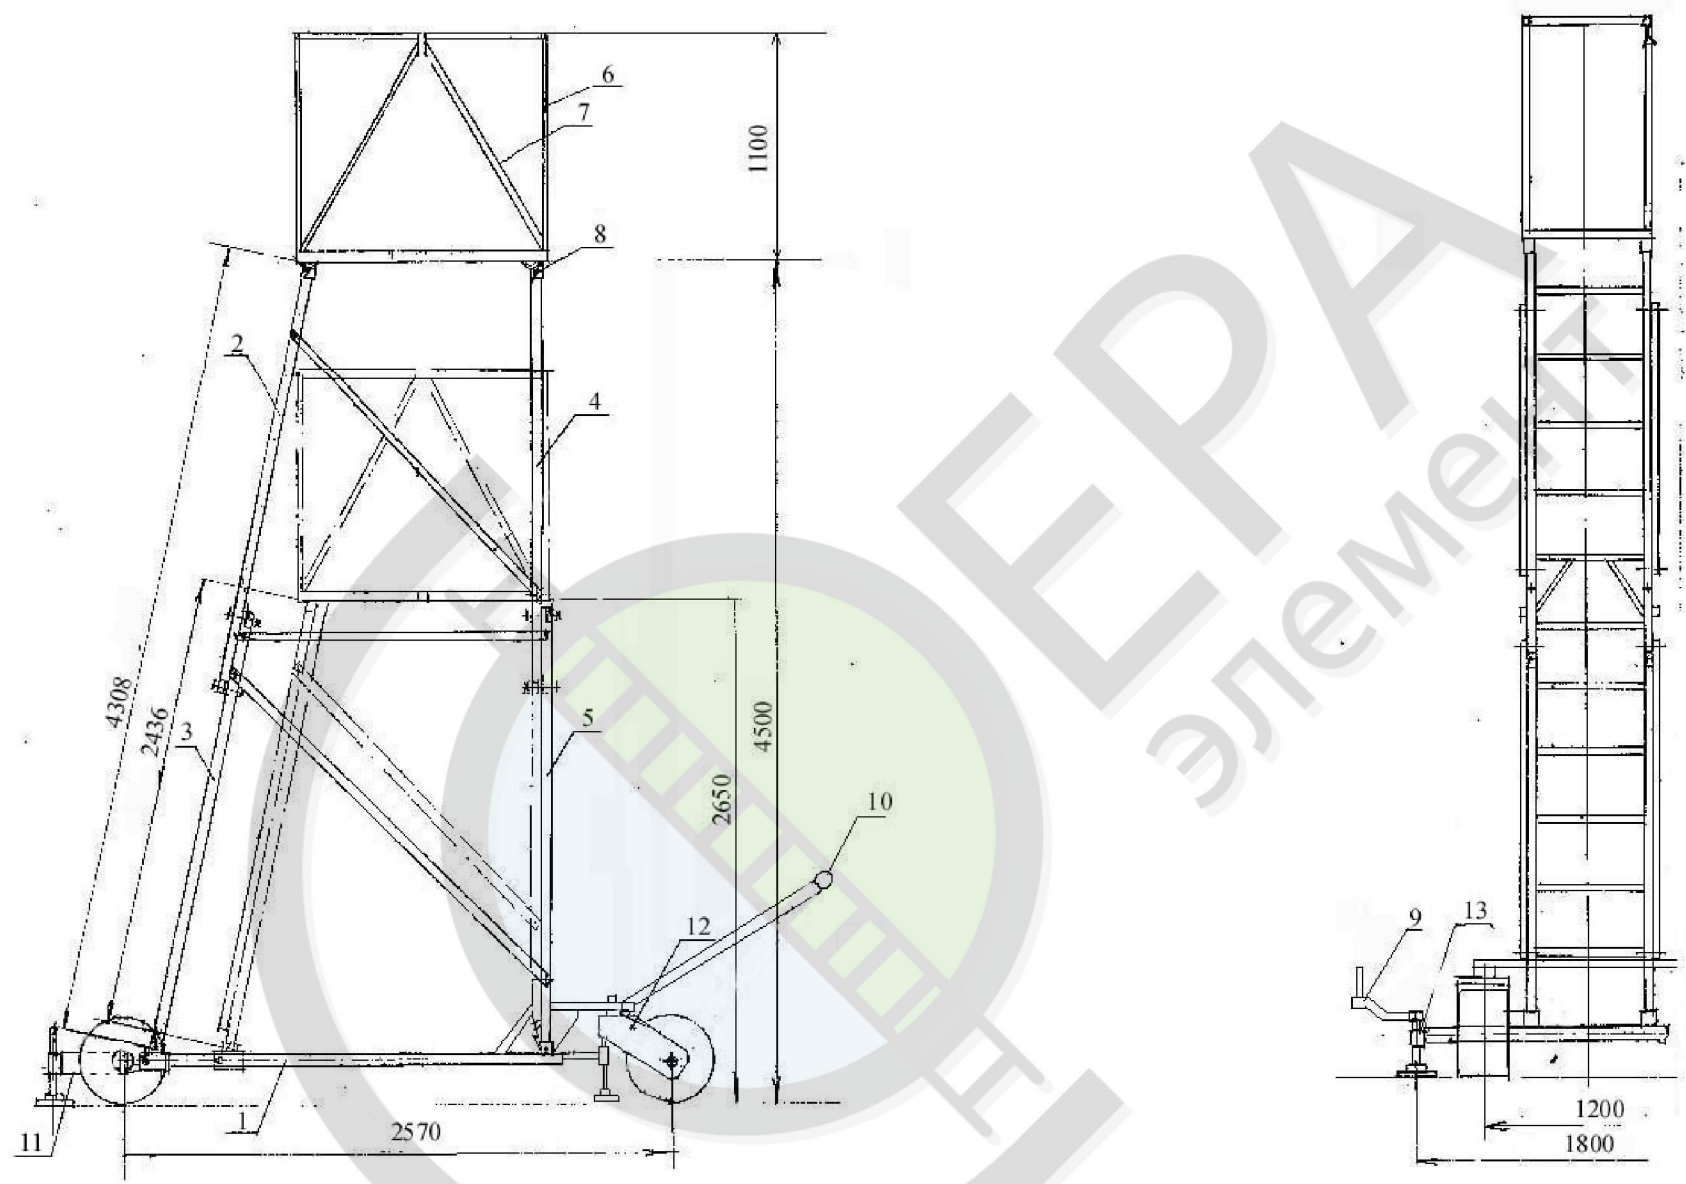

Рисунок 1
Вышка (рис. 1) состоит из рамы (1), оснащенной колесами (пара из которых поворотные (12)) и поворотными опорами (11) с регулировочными винтами (13).